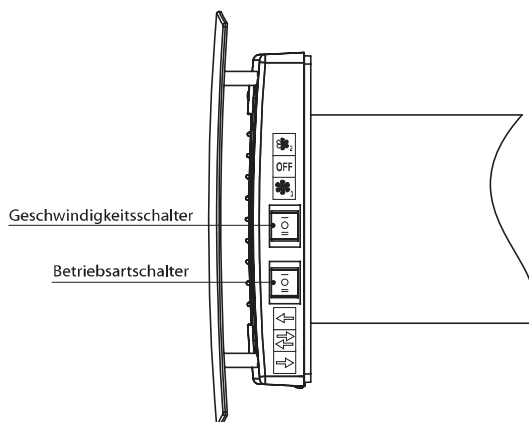

Abb. 6. Steuerungselemente auf der Ventilatoreinheit
- Betriebsart-Umschaltung: verwenden Sie den Betriebsartschalter, Abb. 6.